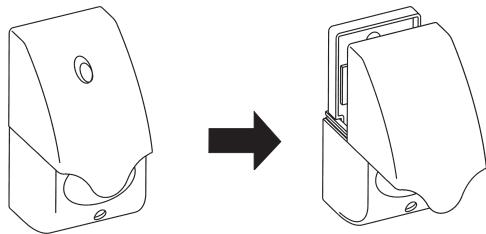

Рисунок 3
8.2 Снимите крышку батарейного отсека с оповещателя, придерживая светорассеиватель (1) и потянув крышку (2) наверх (см. рисунок 3).
11.2 Установите крышку батарейного отсека, для этого придерживая светорассеиватель, вставьте крышку в направляющие (8) и нажмите до упора (см. рисунок 3).